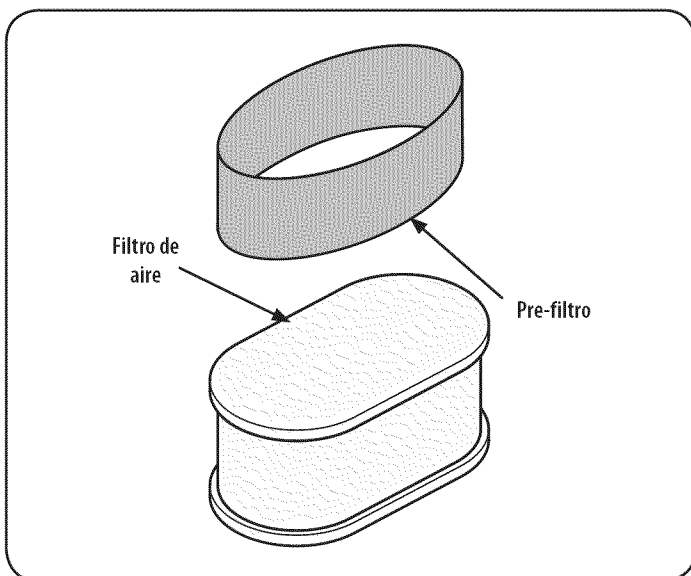

Figura 18
3. Quitar la espuma pre-filtro de aire de todo el papel de filtro. Vea la Figura 18. Sustituya el elemento de papel cuando sucio o dañado. Limpia el elemento de espuma o sustituya cuando dañado.